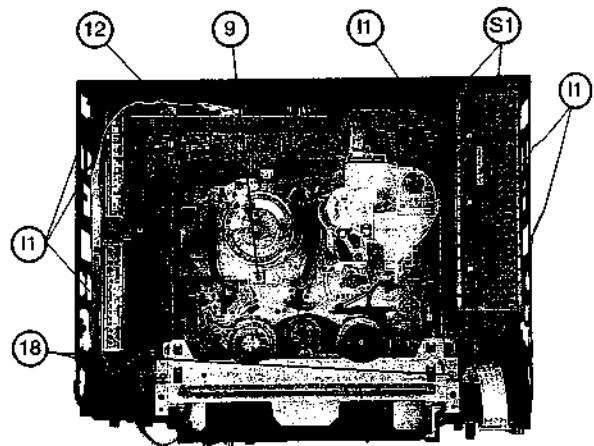

fig. 3
1) ABNEHMEN DES GEHÄUSES (Abb. 3)
2) AUSBAUEN DES LAUFWERKS (Abb. 3, 4)
- Schraube (S2) und Antriebsriemen vom Capstanmotor (29) entfernen.
- Schraube (12) an der Antistatikbürste entfernen.
- Schraube (9) und Metallstück (8) entfernen.
3) AUSBAUEN UND WIEDEREINBAUEN DER KASSETTENHALTERUNG (Abb. 3 bis 5b)
AUSBAUEN: (Abb. 3 und 4)
1) REMOVAL OF THE CHASSIS (fig. 3)
2) REMOVAL OF THE MECHANISM (fig. 3 and 4)
- Remove screw (S2) and the capstan motor belt (29).
- Remove screw (12) securing the anti-static brush.
- Remove screw (9) and the metal part (8).
3) REMOVAL AND REFITTING OF THE CASSETTE HOLDER (fig. 3 to 5b)
REMOVAL: (fig. 3 and 4)